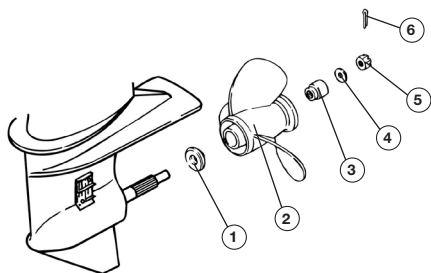

**Рис. 58 Фиксация гребного винта с помощью деревянного бруска**
2. Поместите деревянный брусок между винтом и антикавитационной пластиной чтобы предотвратить вращение гребного винта (Рис. 58).
- Чтобы предотвратить вращение гребного винта поместите деревянный брусок между винтом и антикавитационной пластиной (Рис. 58) и затяните гайку гребного винта.